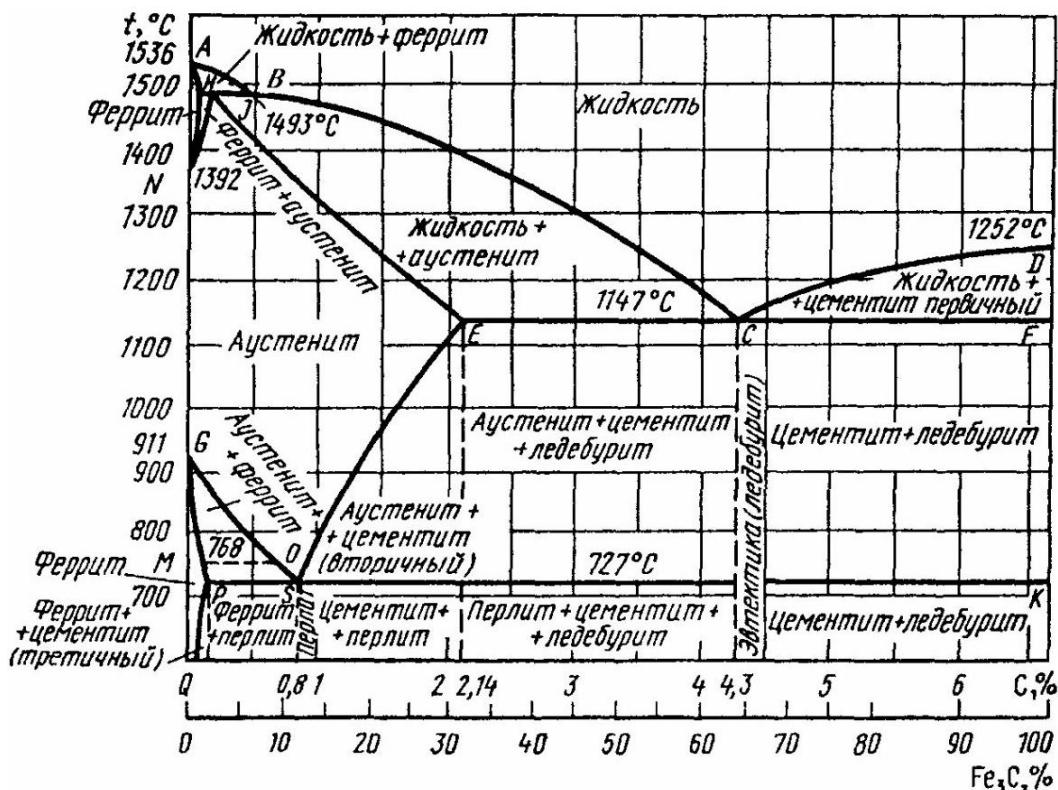

Рисунок 1 – Диаграмма состояния системы железо-углерод (железо-цементит)
76. Вычертите диаграмму состояния системы железо-углерод (железо-цементит) (рисунок 1). Укажите структурные составляющие во всех областях диаграммы. Постройте крикую охлаждения (с применением правила фаз) и опишите превращения от жидкого состояния до нормальной температуры для сплава, содержащего 0,15 % С. Укажите структуру сплава при комнатной температуре, назовите сплав.